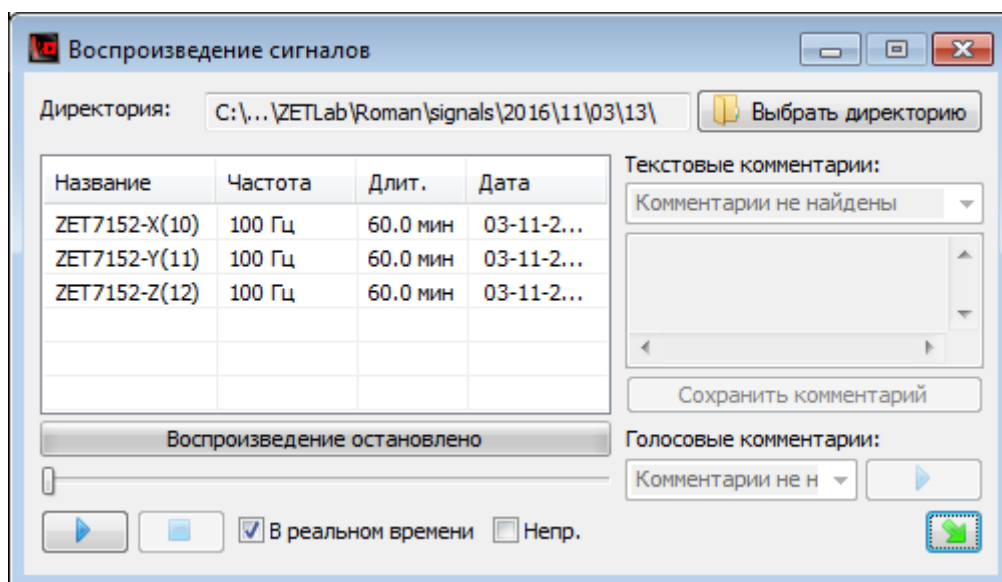

Рис. 4.9 Программа «Воспроизведение сигналов»
3. Окно программы «Воспроизведение сигналов» представлено на Рис. 4.9.